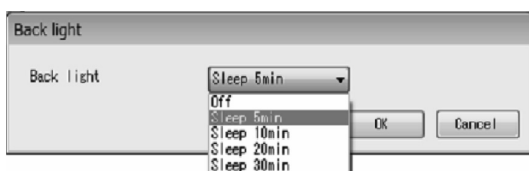

図92
- ③ 図92のように、「Back light」の右側の矢印をクリックしてドロップダウンリストの中から設定する時間を選択してください。